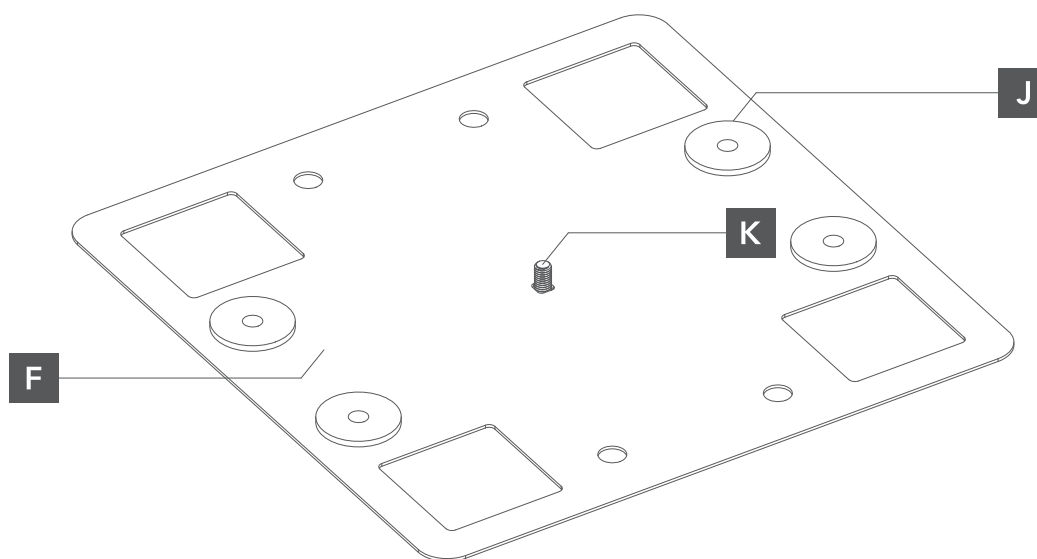

Rys. 1. Plan rozmieszczenia modułów
- 1 Przed przystąpieniem do montażu należy określić plan rozmieszczenia modułów (Rys. 1) oraz płytek mocujących (Rys. 2). Sposób mocowania konstrukcji montażowej do połąci dachu uzależniony jest od jego rodzaju i dobierany jest indywidualnie.